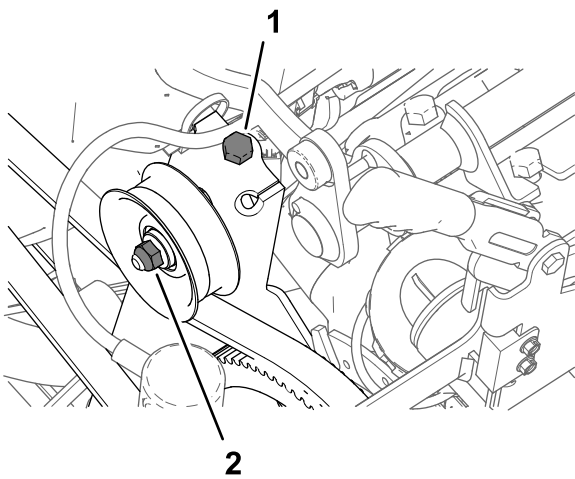

Bild 177
1. Lockern Sie die Mutter für die Spannscheibenwelle (Bild 177).
2. Drehen Sie die Riemen Spannungsschraube, um die Spannung vom Riemen der Sprühpumpe zu entfernen (Bild 177).